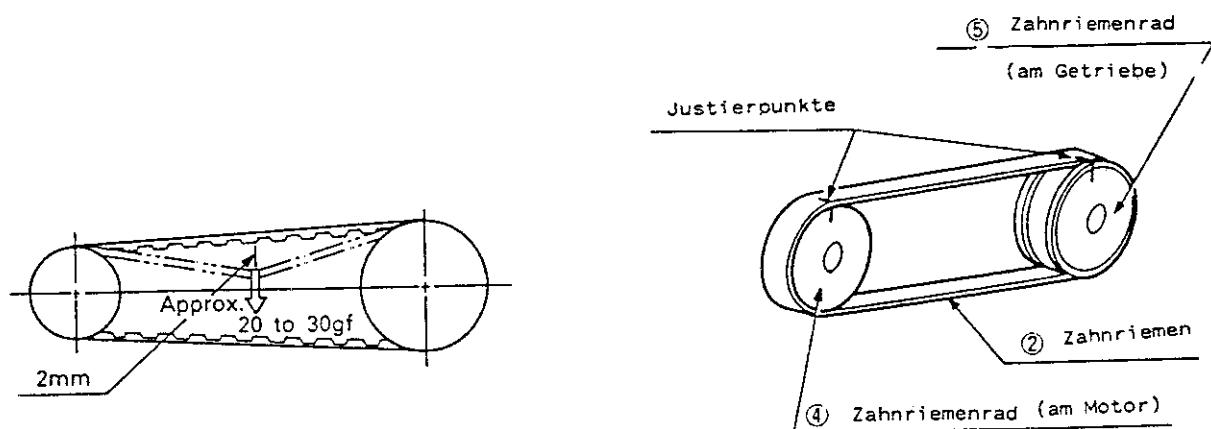

Abbildung 4.3.9
- (1) Entfernen Sie die obere Schulterabdeckung entsprechend Abschnitt 3.3 .
- (2) Überprüfen Sie, ob einer der Punkte (1) bis (4) in Kapitel 3.5.1 vorliegt, was einen Austausch des Zahnriemens erfordert.
- (3) Überprüfen Sie die Zahnriemenspannung, indem Sie den Riemen in der Mitte mit einer Gewichtskraft von 20 - 30g belasten. Die Spannung muß so eingestellt sein, daß sich der Zahnriemen ca. 2 mm niederdrücken läßt (s. Abb. 4.3.9).